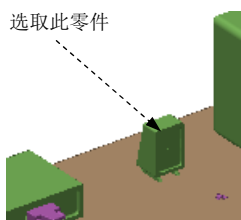

图 17.2.29 指定连接器 3
(1) 选择命令。在 **纜** 功能选项卡的 **逻辑数据** 区域中单击  **自动指定** 按钮中的  按钮，选择 **指定** 命令。
(2) 指定连接器。在模型中选取图 17.2.29 所示的零件 (acoustics_2_2) 为连接器 3，